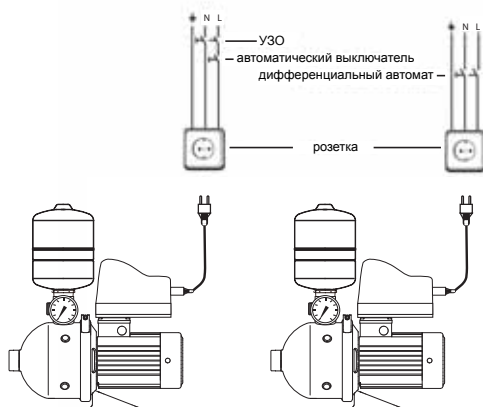

Рис. 6
9.2. Насосную станцию допускается подключать только непосредственно в розетку от распределительного щитка, имеющую заземляющий контакт, с использованием в цепи автоматического выключателя и УЗО, либо дифференциального автомата. На рис. 6 показаны возможные схемы подключения насосной станции к электрической сети.